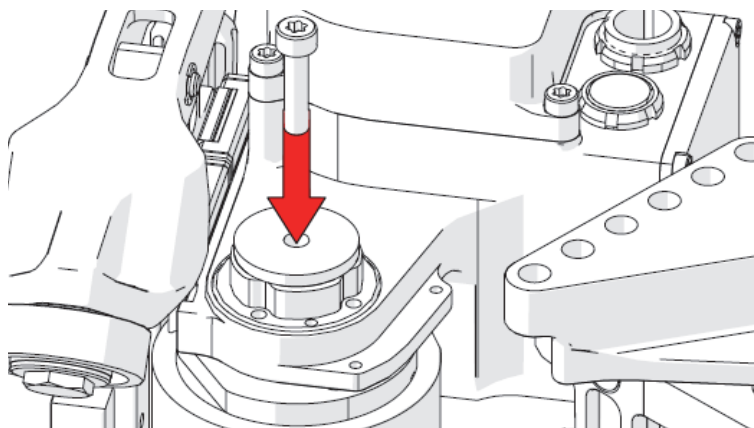

Figura 2-19 Inserción del tornillo cabrestante para la rueda de conducción
21. Enrosque el tornillo cabrestante para la rueda de conducción que atraviesa la arandela y el recinto del cojinete en el eje (ver Figura 2-19 en la página 101).